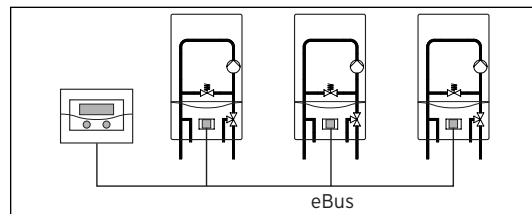

Fig. 4.1 Conectarea modului de cuplare
- Legați modulul de cuplare la aparatul regulator auroMATIC, 620 resp. calorMATIC 630 prin intermediul fișei de conectare a busului, pentru a face posibilă comunicația în sistem (fig. 4.1).